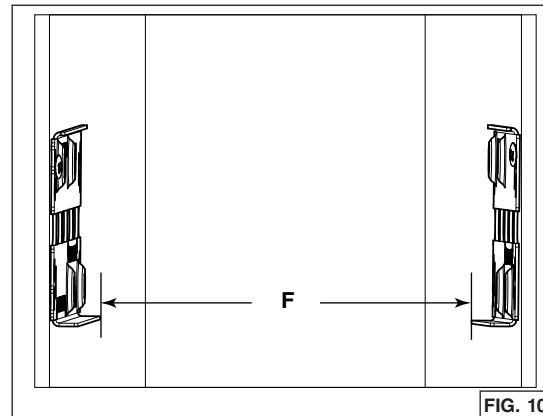

FIG. 10
6. Medir la distancia entre ambos bordes inferiores de los soportes (F) (FIG. 10). La tabla siguiente indica la distancia adecuada: